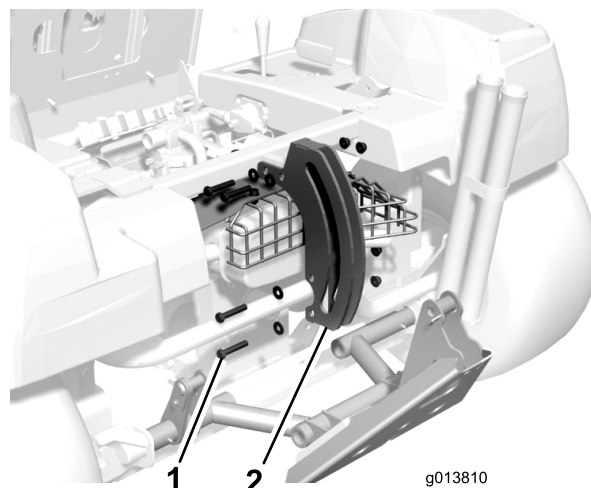

図 3
6. ローラ・プレートをフレームに固定しているボルト、ワッシャ、フランジ・ナット(各4)を外す(図 3)。ローラ・プレートとボルト・ナット類は保管する。